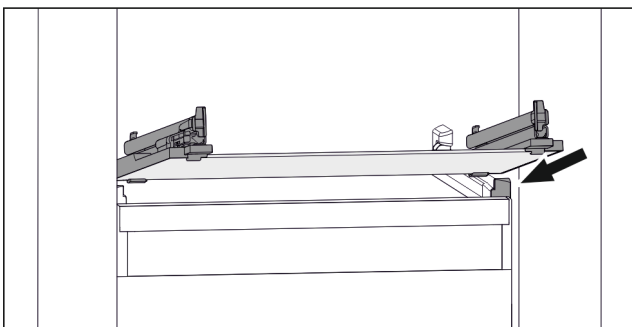

Fig. 28 Приблизне відображення скляної пластини
- ▶ Встановити скляну пластину за стопорами навкосою. (див. Fig. 28)